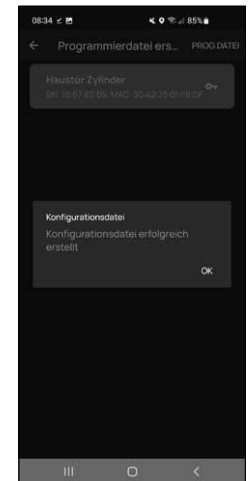

Abb. 4
- ⑤ Nach einem kurzen Moment erhalten Sie eine Meldung, dass Ihre Programmierdatei erstellt wurde. Bestätigen Sie mit „OK“ (Abb. 4).